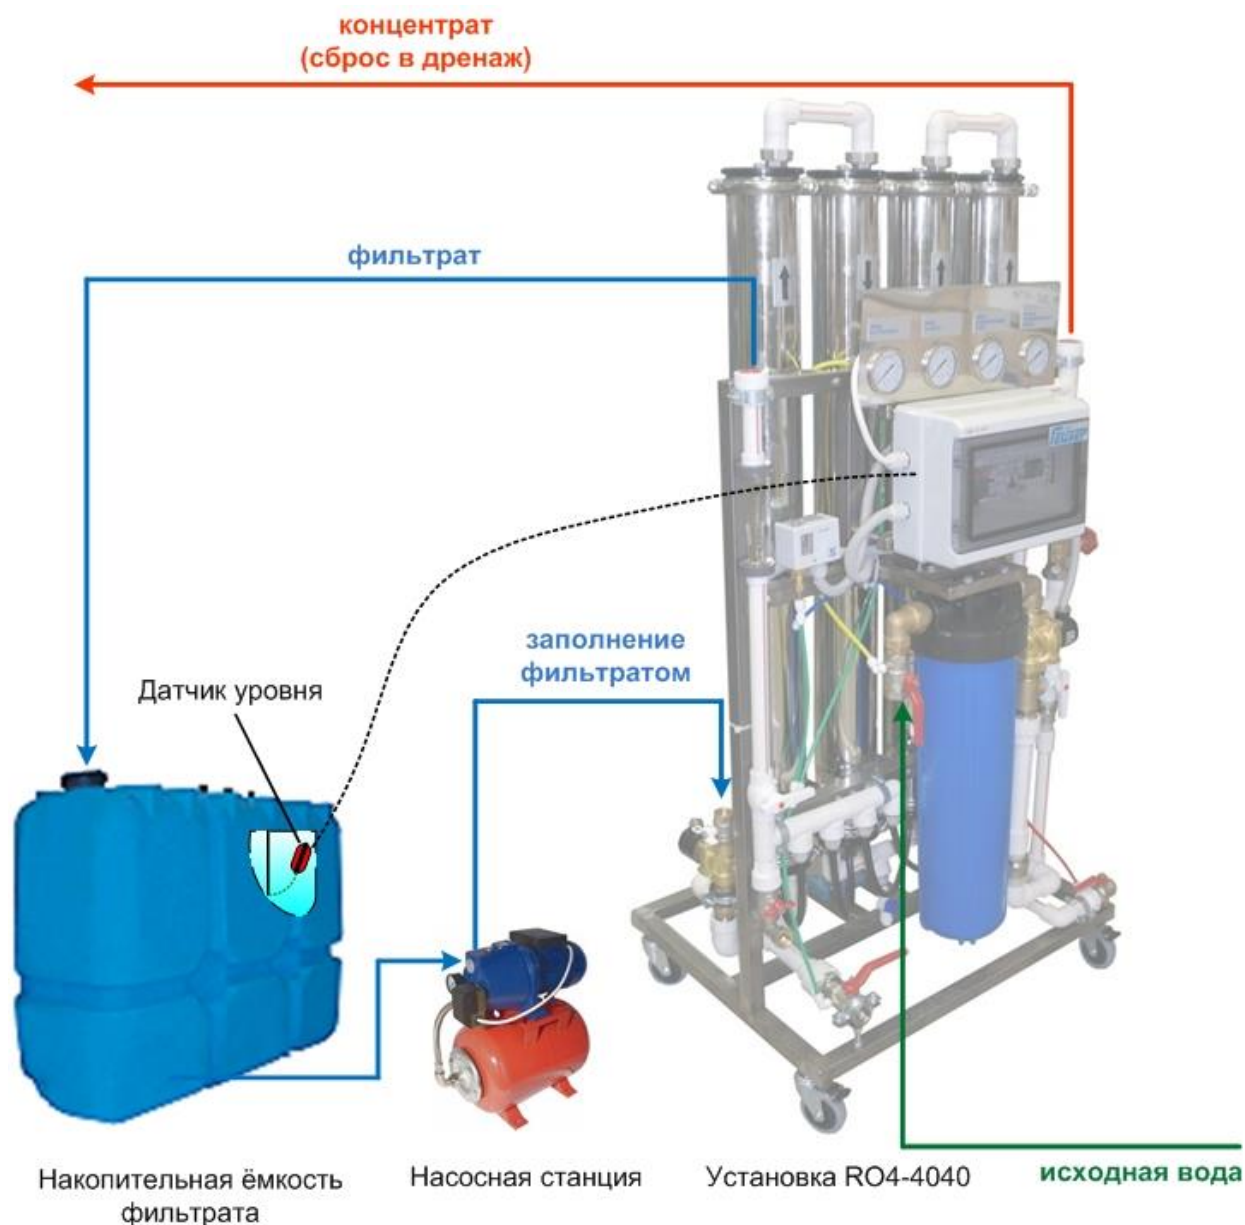

Рис. 5 Подключение трубопроводов к установке.
3.1.2. Подключить установку к магистрали исходной воды, выход фильтрата – к отводящей магистрали чистой воды, выход концентрата – к дренажной системе. К крану K7 подключить магистраль подачи фильтрата для заполнения при остановках (см. рис. 5). Рекомендуется на входе и выходе установки поставить отсекающие краны. Для нормальной работы установки потребитель должен обеспечить качество исходной воды не хуже указанного в табл.1.